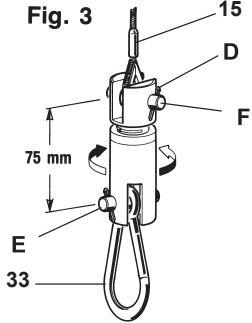

Fig. 3
ОПЦИЯ "R", изолированная вращающаяся подвеска (Рис.3)
Позволяет электрически изолировать груз, подвешенный на балансир, например, в случае подвешивания сварочных аппаратов, и / или свободно вращать подвешенный инструмент, не переключая трос. (15) (Рис.3).